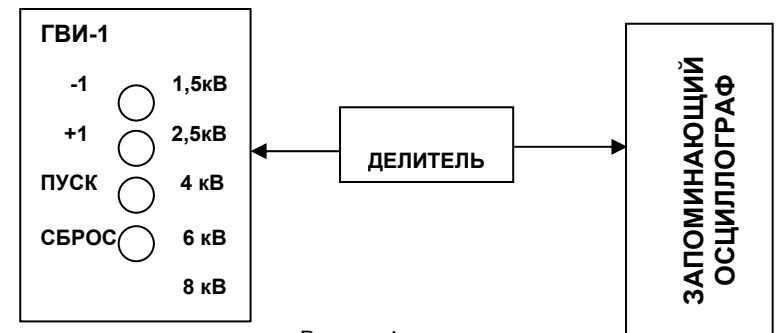

Рисунок 4
6.5.4.1 Определение величины амплитуды напряжений испытательных импульсов формируемых генератором. Соберите схему в соответствии с рис. 4. Установите режим работы осциллографа в соответствии с таблицей 5. Включите питание генератора и прогрейте его в течение 15 мин. Нажмите кнопку «ПУСК» и зафиксируйте осциллограмму. Определите по осциллограмме амплитуду высоковольтного импульса. Определите отклонение по формуле:
6.5.4.2 Определение времени нарастания напряжения высоковольтного импульса. Соберите схему в соответствии с рис. 4. Установите режим работы осциллографа в соответствии с таблицей 7. Нажмите кнопку «ПУСК» и зафиксируйте осциллограмму. Время нарастания напряжения определяется между 10% и 90% амплитуды импульса. Определите отклонение по формуле:
6.5.4.3 Определение времени спада напряжения. Соберите схему в соответствии с рис. 4. Установите режим работы осциллографа в соответствии с таблицей 5. Нажмите кнопку «ПУСК» и зафиксируйте осциллограмму. Определите по осциллограмме время спада высоковольтного импульса до уровня 0,5 и сравните это время с заданным значением. Определите отклонение по формуле: